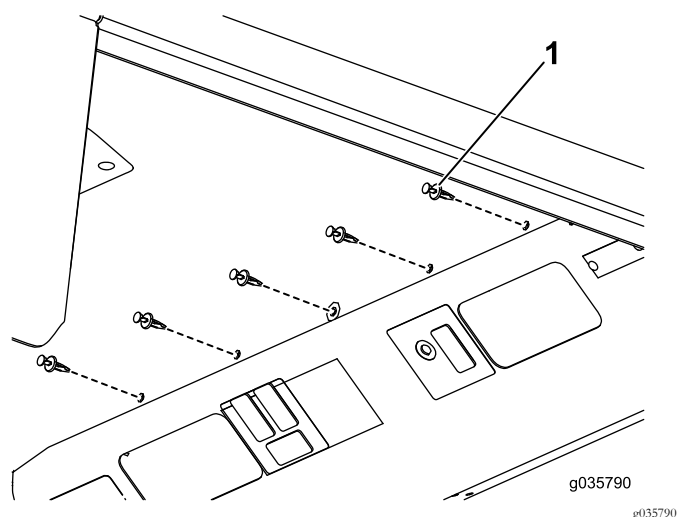

Figura 5
- Fissate il gruppo soffitto in posizione con 10 rivetti (Figura 5).